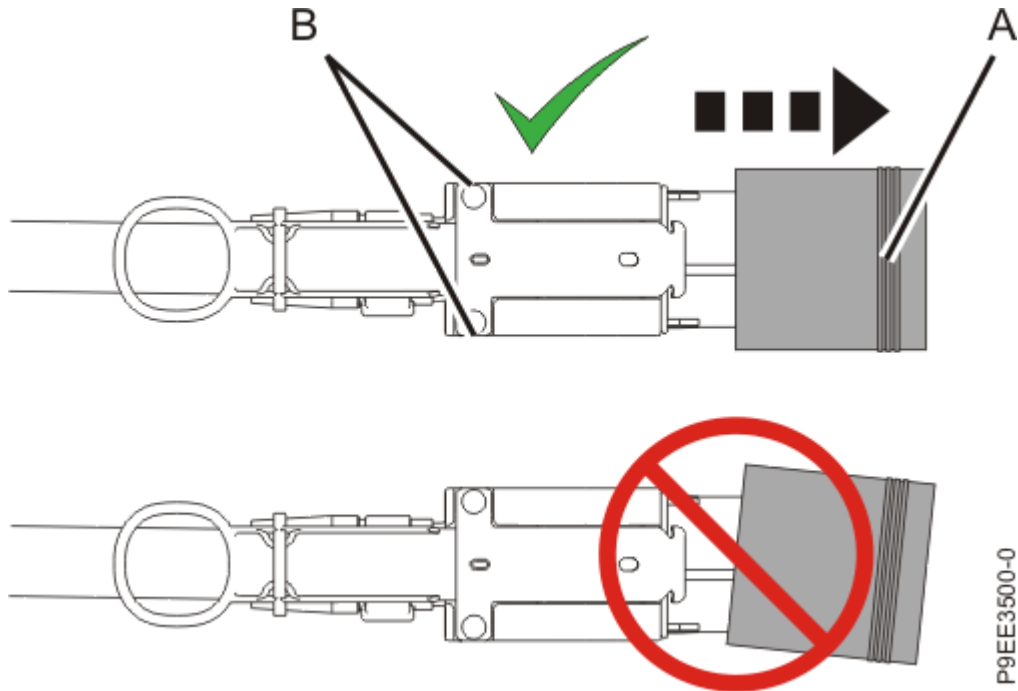

Abbildung 5. Schutzabdeckung vom Anschluss des Kabels des Erweiterungseinschubs entfernen
- b. Fassen Sie dann mit der anderen Hand die lange Kante (**A**) der Schutzabdeckung und ziehen Sie sie ab. Siehe Abbildung 5 auf Seite 7.